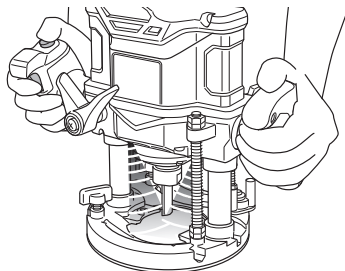

Fig. 32
5. Messages d'alerte par témoin DEL (Fig. 32)